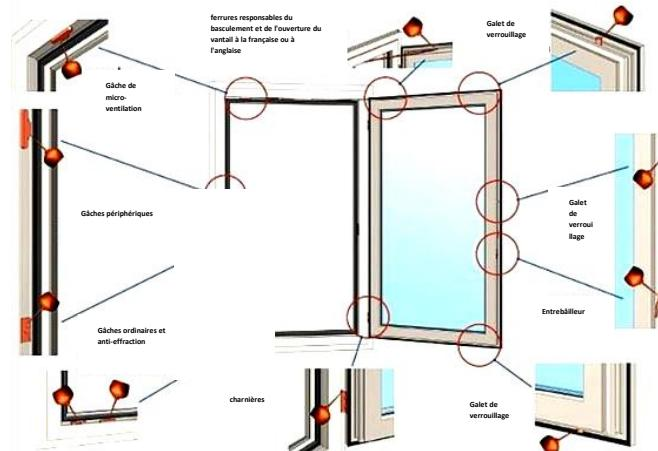

Fig.1
3. Au moins une fois par an, lubrifier tous les endroits dans lesquels le phénomène de frottement a lieu conformément à la Fig. 1